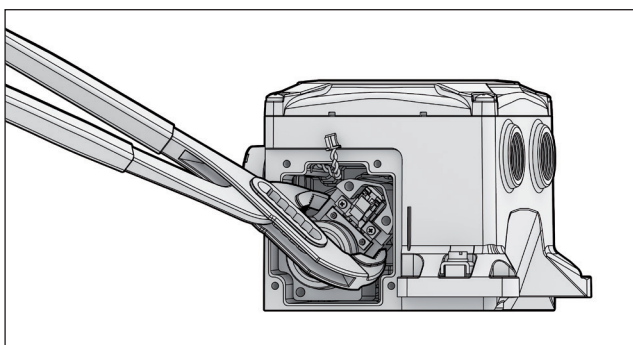

Fig. 97. NDX1510_ Puxando o pré-estágio com um alicate.
- Puxe o pré-estágio cuidadosamente. Recomenda-se usar um alicate para agarrar as ranhuras nas laterais do pré-estágio. Tenha cuidado para não tocar nas partes móveis do pré-estágio. (Fig. 97)